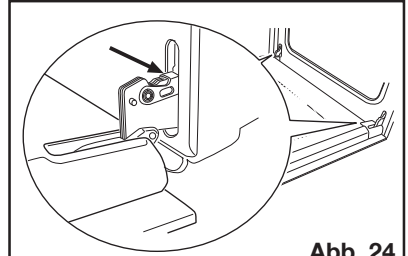

Abb. 24
2. Suchen Sie die beiden Türscharniere (Abb. 24).